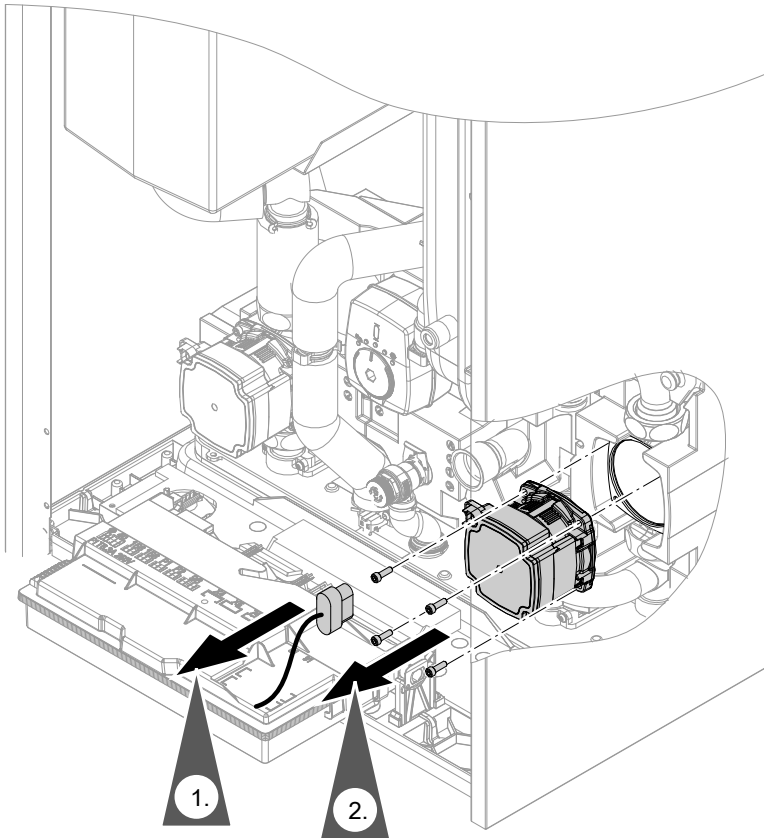

Abb. 114
- Anschluss-Stecker Umwälzpumpen: Siehe Abb. 114.